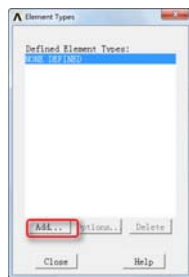
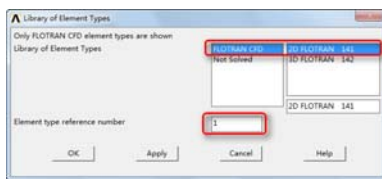

图 9-91 “Element Types”对话框
图 9-92 “Library of Element Types”对话框
①指定单元类型：依次选择 Main Menu→Preprocessor→Element Type→Add/Edit Delete，会弹出“Element Types”对话框，如图 9-91 所示。
②单击“Add”按钮，会弹出“Library of Element Types”对话框。
③在“Library of Element Types”列表框中选择“FLOTRAN CFD”和“2D FLOTRAN 141”，在“Element type reference number”输入框中输入 1，如图 9-92 所示。单击“OK”按钮关闭“Library of Element Types”对话框。